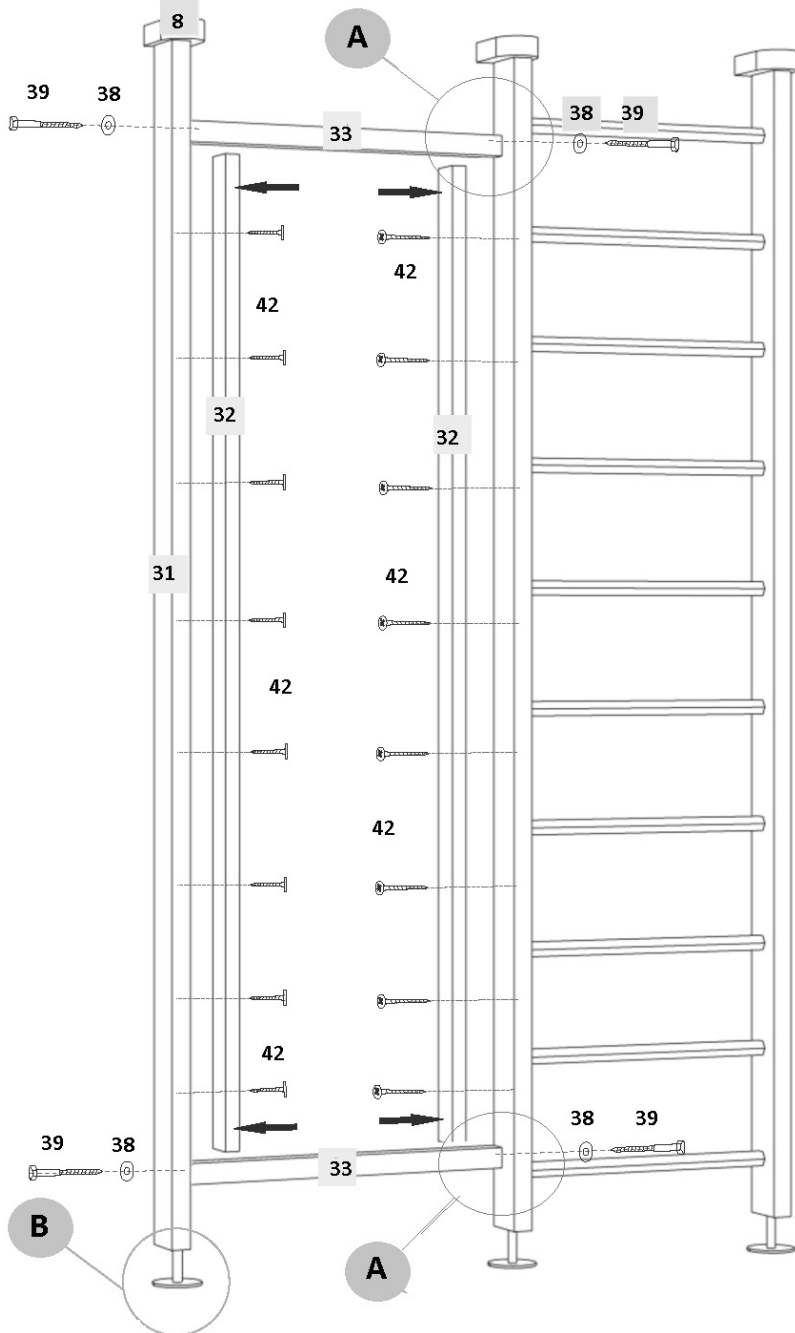

Рисунок 5
Рисунок 5 примечание А.
Рисунок 5 примечание В
4.4.4 Установить стойку (№31) вертикально болтами-домкратами (№5) на опоры нижние (№7) и шайбу (№41) (Рисунок 5 примечание В)
4.4.5 На верхних конце стойки установить декоративный упор (№8) (Рисунок 5).
4.4.6 Выворачивая винты домкратные (№5) (не более 7мм!!!) закрепить стойку между полом и потолком и закрепить фиксирующей гайкой (№6) (Рисунок 5 примечание В)